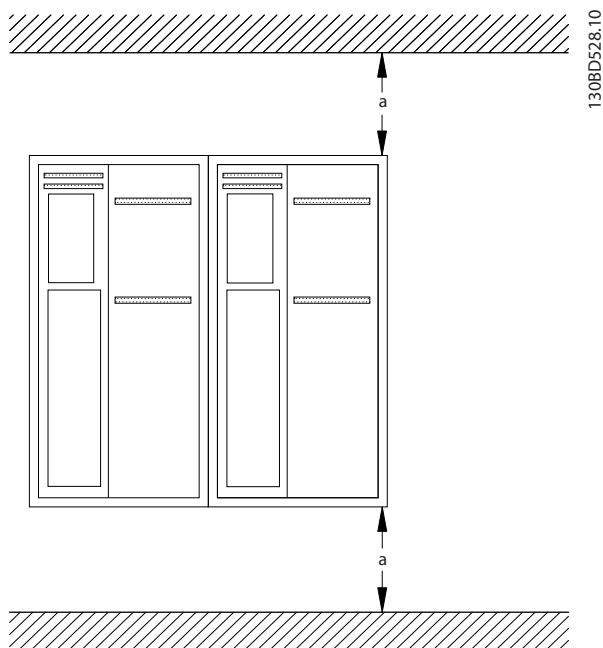

Abbildung 3.4 Abstand zur Kühlluftzirkulation oben und unten
- Sehen Sie über und unter dem Frequenzumrichter zur Luftzirkulation einen ausreichenden Abstand vor. Siehe *Abbildung 3.4* für die notwendigen Abstände.